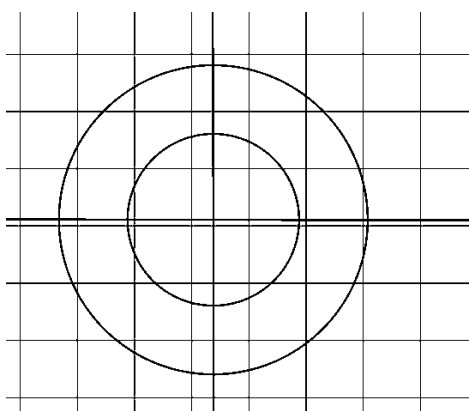

Рис. 34. Построение модели
2. Построение модели (рис. 34).